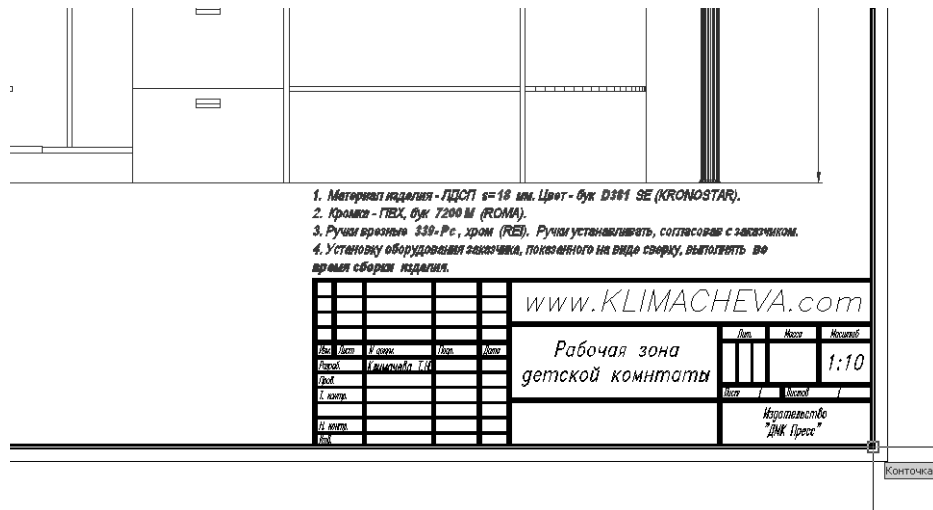

Рис. 13.9 ▼ Выбор базовой точки на листе модели для копирования основной надписи в буфер обмена
- В ответ на приглашение AutoCAD задать базовую точку выберите правый нижний угол основной надписи (рис. 13.9).